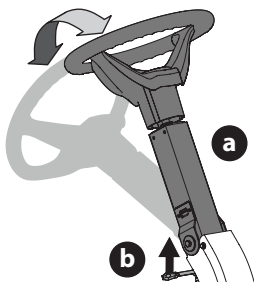

Fig. 9
- Para inclinar la columna del volante (a) hacia delante, levante la palanca de ajuste de la columna del volante de dirección (b), coloque la columna del volante (a) en la posición deseada y luego suelte la palanca de ajuste de la columna del volante de dirección (b) para sujetar la columna del volante de dirección en su lugar (Fig. 9).